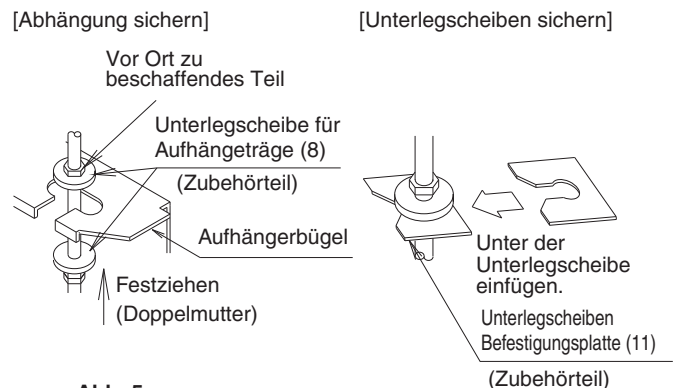

Abb. 5
(1) Installieren Sie die Inneneinheit provisorisch
- Befestigen Sie den Hängebock an dem Aufhängungsbolzen. Achten sie auf eine sichere Befestigung und verwenden Sie dazu eine Schraubenmutter und Unterlegscheibe von der Ober- und Unterseite des Hängebocks. (Siehe Abb. 5)